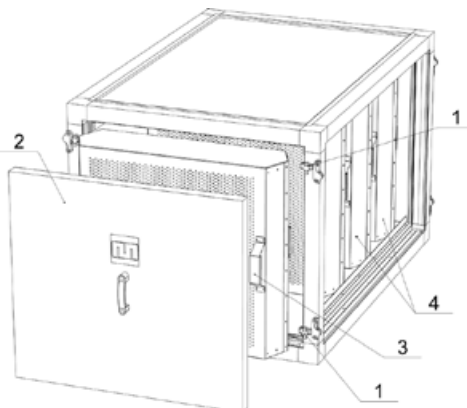
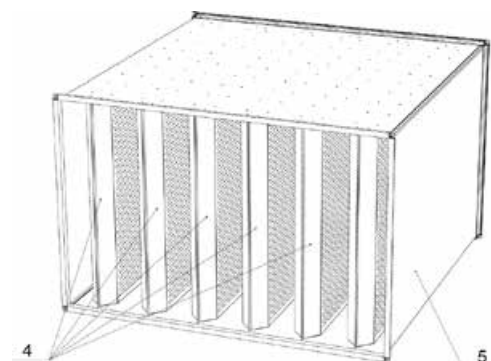

Abbildung 6.2.1 Schalldämpferteil.
Abbildung 6.2.2 Kanal-Schalldämpfer
4. Schalldämpfer sind als abnehmbare Kulissen im Gehäuse (Abbildung 6.2.1) oder als Kanalschalldämpfer (Abbildung 6.2.2) erhältlich.